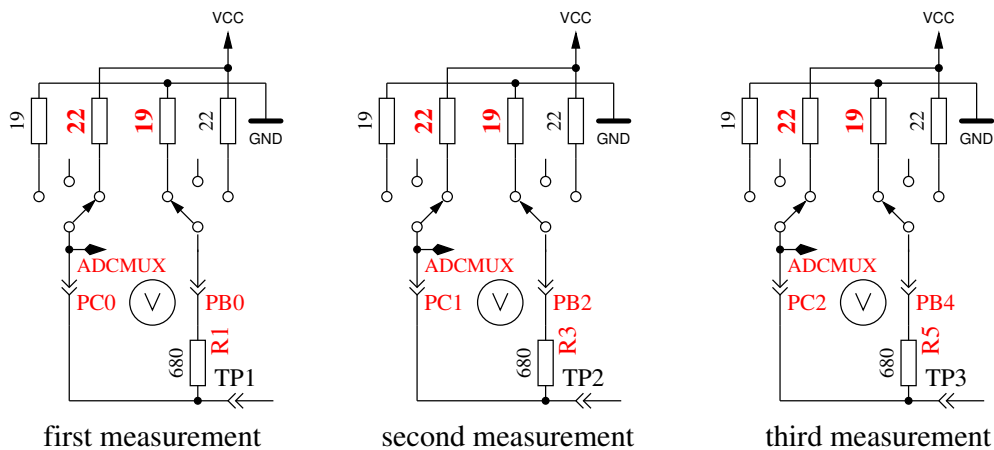

Abbildung 5.38: Messung des Innenwiderstandes des auf VCC geschalteten Port C Ausgängen.
8. **Messung des Innenwiderstandes von auf VCC geschalteten Port Ausgängen.** Der benötigte Strom wird von auf GND geschalteten 680Ω Widerständen geliefert. Es ist die gleiche Messung wie die in Test 7 zur anderen Seite, wie in Abbildung 5.38 gezeigt wird. Der Innenwiderstand wird wie folgt berechnet: $(5001 - (\text{Ergebnis von Test 7}) - (\text{Ergebnis von Test 8})) / 680$. Die Widerstandswerte ergeben sich, wenn die gemessene Spannung durch diesen Strom dividiert wird. Der gefundene Mittelwert der Innenwiderstände der Ausgabe-Ports wird im EEPROM festgehalten. Das Ergebnis für diesen Test wird dann in Zeile 1 in Ω angezeigt, der Innenwiderstand zur GND Seite wird in Zeile 2 angezeigt. Diese Werte stehen dann für weitere Messungen zur Verfügung.